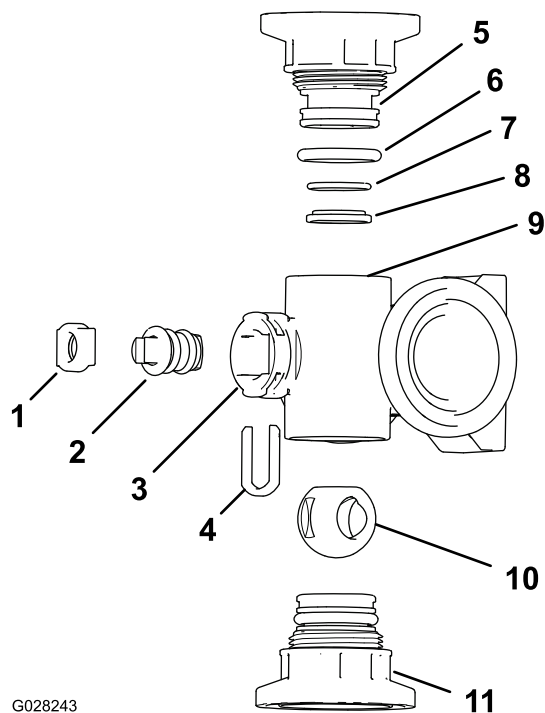
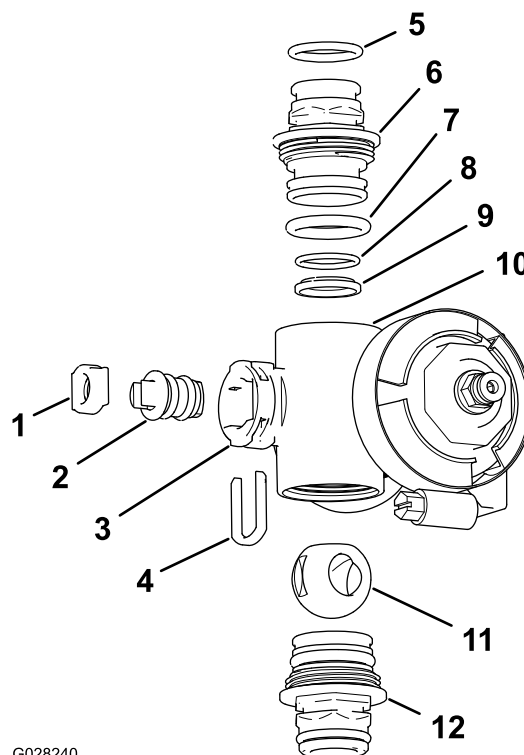

Figure 98
Figure 99
2. Déposez les 2 raccords d'embout à chaque extrémité du collecteur (Figure 98 et Figure 99).
4. Retirez l'étrier de fixation de tige situé dans les fentes de l'orifice de tige du collecteur (Figure 98 et Figure 99).
5. Déposez du collecteur le dispositif de retenue de la tige et le siège de la tige (Figure 98 et Figure 99).
6. En passant par le corps du collecteur, déposez la tige de valve (Figure 98 et Figure 99).
1. Vérifiez l'état et l'usure des joints toriques de raccord de sortie (collecteur de vanne de section seulement), joints toriques d'embout, joints toriques de portée arrière, siège de bille (Figure 98 et Figure 99).
2. Appliquez de la graisse sur la tige et insérez cette dernière dans son siège (Figure 98 et Figure 99).
3. Placez la tige et le siège de soupape dans le collecteur et fixez-les à l'aide du dispositif de retenue (Figure 98 et Figure 99).
4. Vérifiez que le joint torique de portée arrière et le siège de bille sont alignés et bien engagés dans le raccord d'embout (Figure 98 et Figure 99).
5. Montez le raccord d'embout sur le corps du collecteur jusqu'à ce que la bride du raccord touche le corps (Figure 98 et Figure 99), puis tournez le raccord d'embout de $\frac{1}{8}$ à $\frac{1}{4}$ de tour supplémentaire.